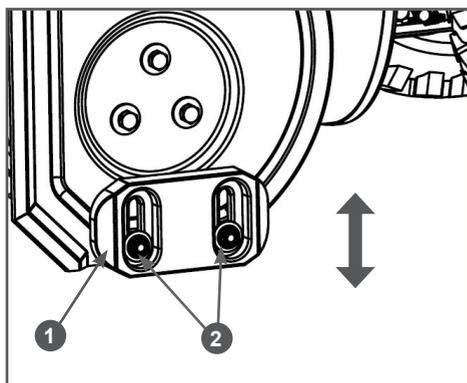

Рис. 20 Регулировка высоты забора снега
2. Открутите гайки 2 крепления ползков 1 на 1-2 оборота и установите ползков на необходимую высоту (Рис. 20). Снова затяните гайки.